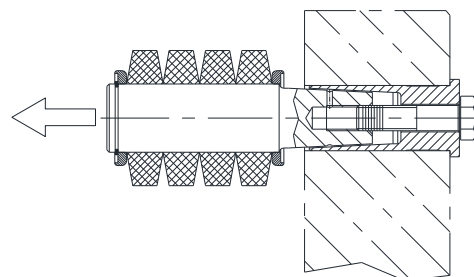

Figure 20 : Desserrage du boulon
- Continuer à visser lentement la vis dans le boulon à l'aide d'une clé. La graisse machine s'écoule à travers l'alésage transversal du boulon et se comprime ainsi entre le boulon et la douille (fig. 20 ; composant 4 ou 6).